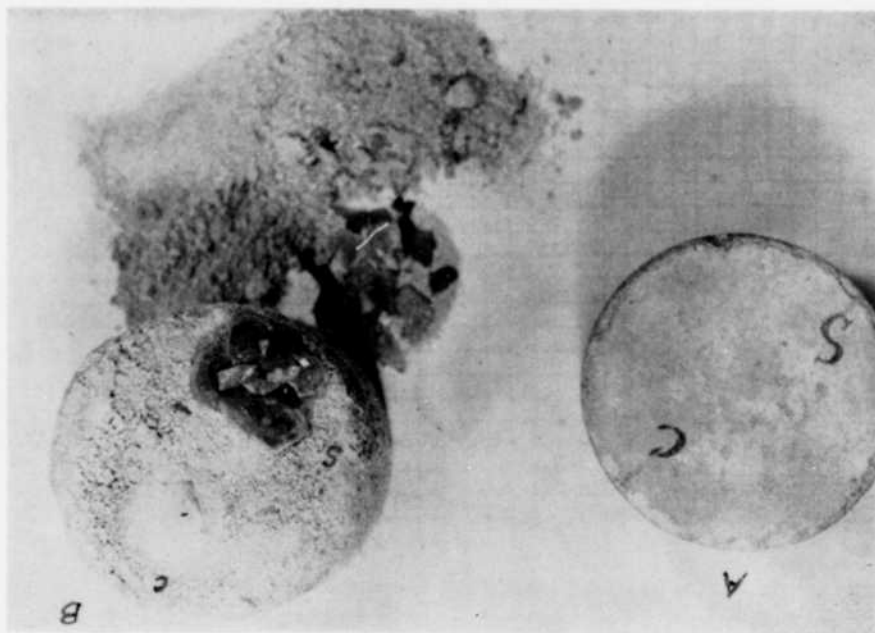

Fig. 6 — Phénomène d'éclatement par l'action du gel sur des particules d'agrégat gélif.
passé qu'un hiver. La figure 6 comporte un exemple expérimental de ce phénomène.
Nous avons préparé deux mortiers, l'un (A) contenant de l'air et l'autre (B) n'en contenant pas. Chaque échantillon comportait, enrobé dans le mortier et recouvert de $\frac{1}{8}$ " de mortier, un fragment S de schiste et un fragment C de calcaire. Les 2 échantillons ont bien résisté jusqu'à 260 cycles de gel et dégel. La figure 6 représente les échantillons à 300 cycles. L'échantillon B sans air s'est écaillé et le fragment de schiste a éclaté, faisant sauter le mortier qui le recouvrait. L'échantillon A avec air est resté intact.